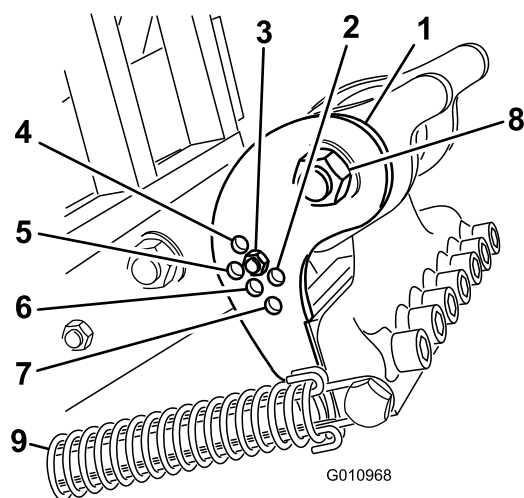

Figura 27
Impostate la staffa di inclinazione (Figura 27) nella posizione corretta, in funzione della lunghezza delle fustelle da utilizzare. Il punto di arresto della testa si imposta su una delle cinque posizioni predefinite, scegliendo il foro attraverso il quale viene imbullonata l'asta di regolazione. Questi fori consentono risultati predefiniti; ad esempio, utilizzando fustelle da 25 cm nella posizione da 30 cm si ottiene una finitura più leggera; dipende dall'applicazione.
3. Allentate la tensione della molla sulla testa delle fustelle (Figura 27).
4. Rimuovete il dado e il bullone presenti nei fori di regolazione della staffa di inclinazione (Figura 27).
5. Allentate il perno di rotazione della testa delle fustelle (Figura 27).